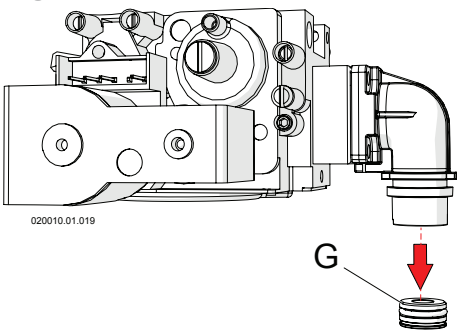

Figura 13-4 - Sostituzione ugello gas
- 7 - Sostituire l'ugello "G" di figura 13-4 con quello presente nel kit verificando la corrispondenza del diametro in tabella 13-8;